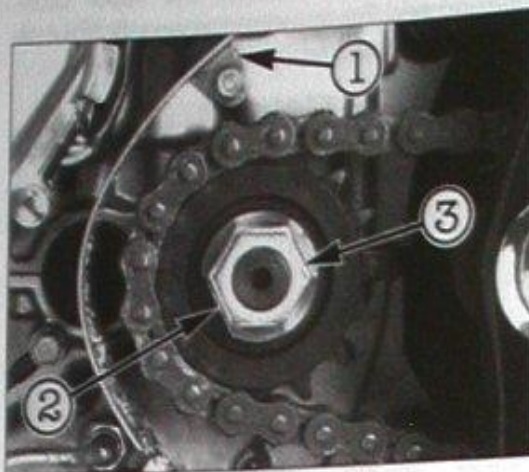

Bild 149
- Zwei Befestigungsschrauben ausdrehen und Kettenschutz ① Bild 149 abnehmen.
- Sicherungsblechlasche spielfrei an Mutter anlegen (Bild 149).
- Kettenschutz ① Bild 149 mit zwei Befestigungsschrauben anbringen.